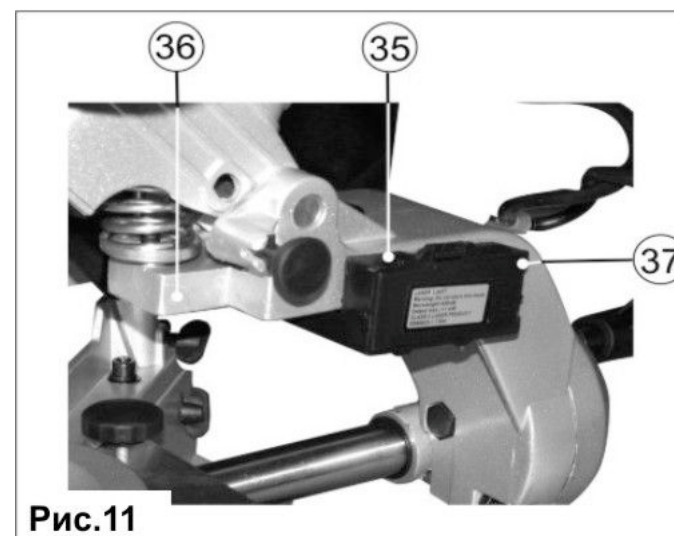

Рис.11
13.6. Лазерный указатель линии пиления (Рис. 11, 12)